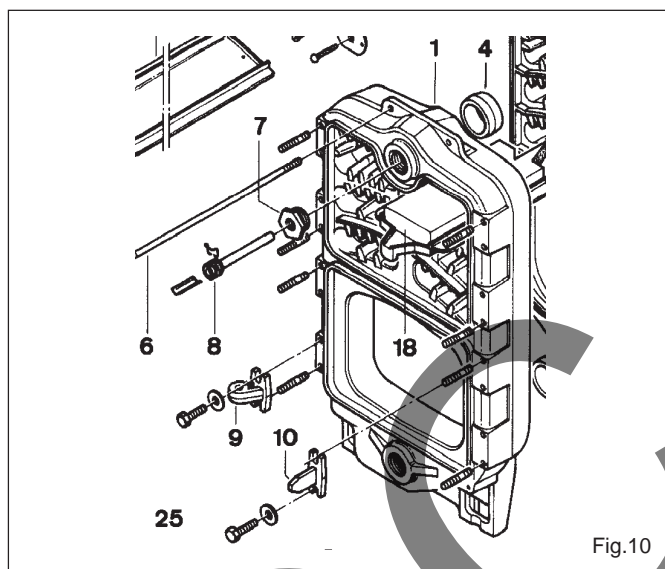

Fig.10
- En las calderas que incorporan repartidor, insertarlo en el orificio de retorno caldera, intercalando su junta (13)
### Vaina (8) (fig.10)
- Atornillar la vaina y su reducción (7) de manera estanca en el orificio superior de 2" del elemento delantero.
(fig.10, orificio inferior de 2")